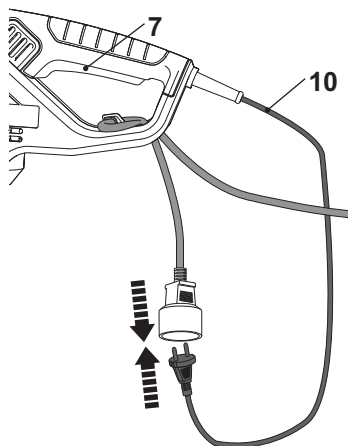

Fig. 3
3. Conecte el cable de alimentación (10) a la toma del alargador (Fig. 3).